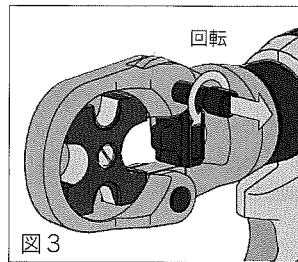

図3
- 2 スライドピンを反時計方向へ回し、ロックを解除しスライドピンを引き抜いてください。(図3)